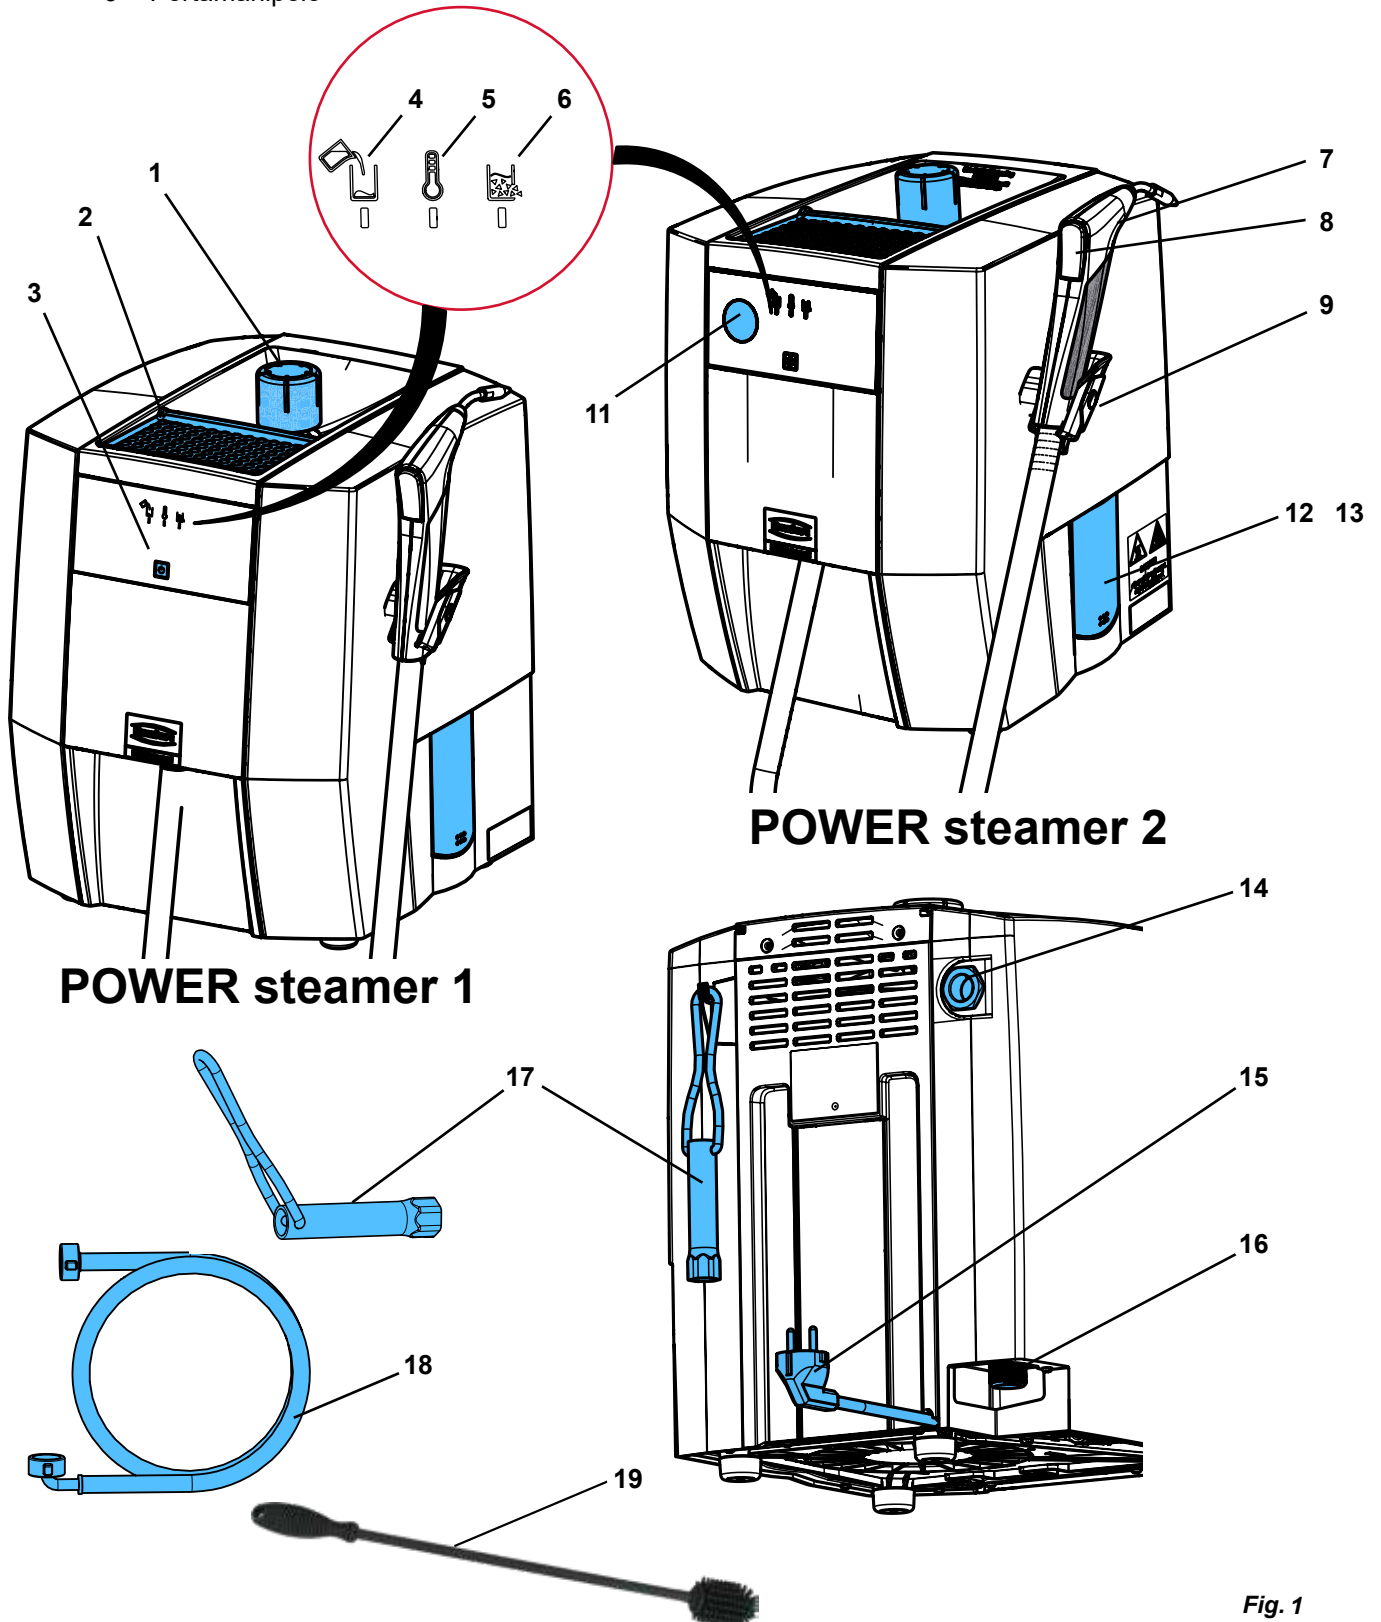

Fig. 1
- ▶ Posizionare l'apparecchio in modo che non vi sia pericolo in caso di fuoriuscita di vapore dall'apertura di scarico (14, Fig. 1) della valvola di sovrappressione.
I modelli in gesso o i modelli di rivestimento possono essere appoggiati sul ripiano modelli (2, Fig. 1) per l'asciugatura.
⇒ Avvitare il tappo del serbatoio (1, Fig. 1).
**Posizionare l'apparecchio in modo che non vi siano pericoli in caso di fuoriuscita di vapore dallo scarico della valvola di sovrappressione (14, Fig. 1) (ad es. non posizionare l'apparecchio davanti a una presa di corrente).**
**L'apertura di scarico della valvola di sovrappressione (14, Fig. 1) non deve essere otturata o bloccata in alcun modo.**
Pericolo dovuto a vapore pressurizzato! Prima di aprire la chiusura di ispezione, assicurarsi che il serbatoio a pressione sia stato depressurizzato. A tal fine, aprire e rimuovere il tappo del serbatoio (1, Fig. 1).
- ⇒ Posizionare l'apparecchio in modo da scaricare l'acqua dall'apertura di ispezione (12/13, Fig. 1) in un lavabo.